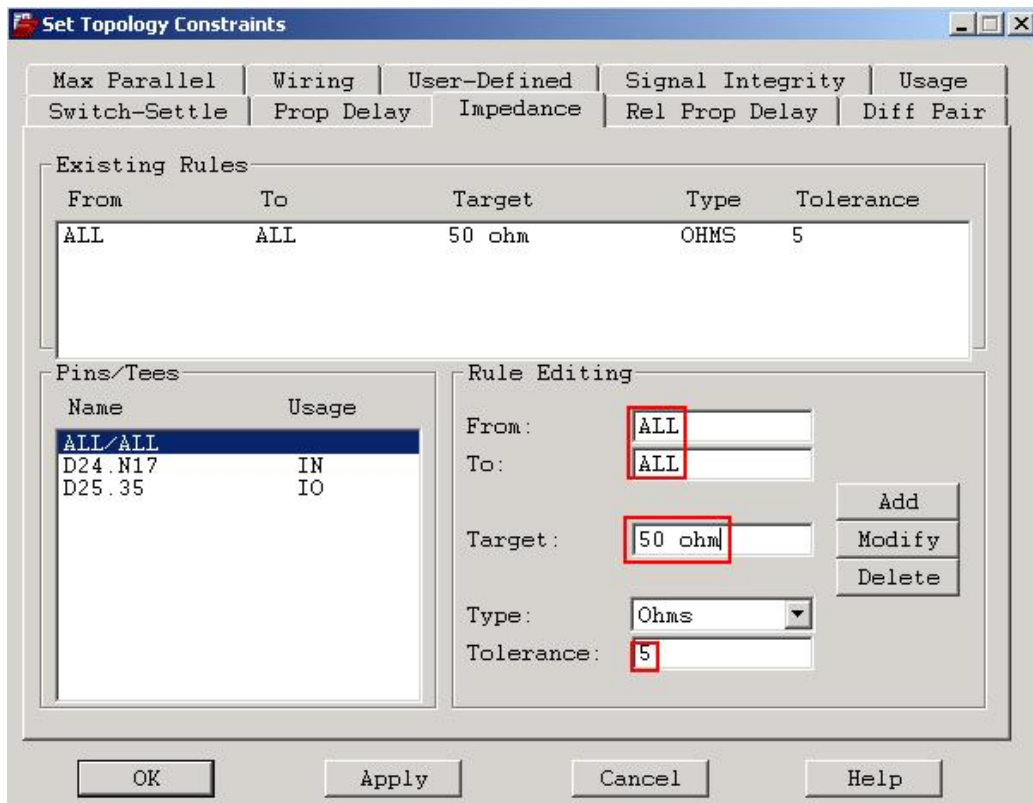

图 5-7 设置 Impedance 值
5) **Impedance** 项, 如图 5-7 所示。